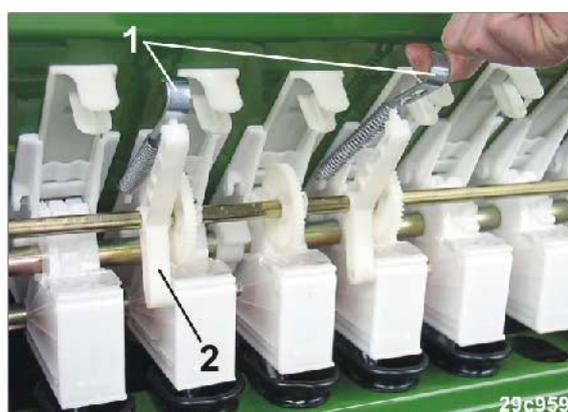

Fig. 222
2. Quitar los muelles de tracción (Fig. 222/1) del cojinete para árbol de contramarcha (Fig. 222/2).